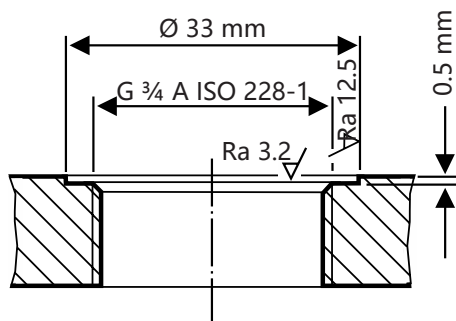
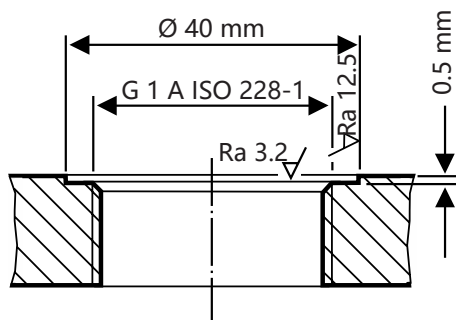

图 12
图 13
- 确保正确处理相应储罐螺纹管接头或法兰盖的密封面，参见图 12 和图 13。
必须根据 图 12 和 图 13 正确处理密封面。